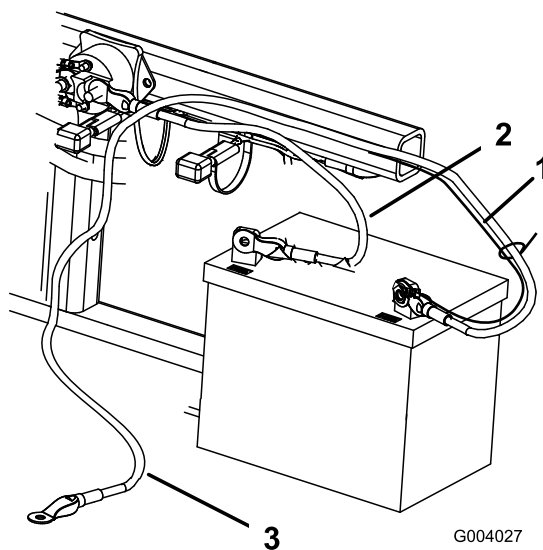

Figure 5
2. Fixez le câble positif (rouge) à la borne positive (+) avec un boulon de 1/4 x 5/8 po et un contre-écrou (Figure 5).
3. Fixez le petit câble noir et le câble négatif (noir) à la borne négative (-) de la batterie avec un boulon (1/4 x 5/8 po) et un contre-écrou (1/4 po) (Figure 5).